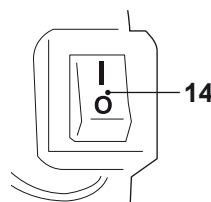

Fig. 8
- > Mettez le commutateur de marche [14] dans sa position «I» (Fig. 8).